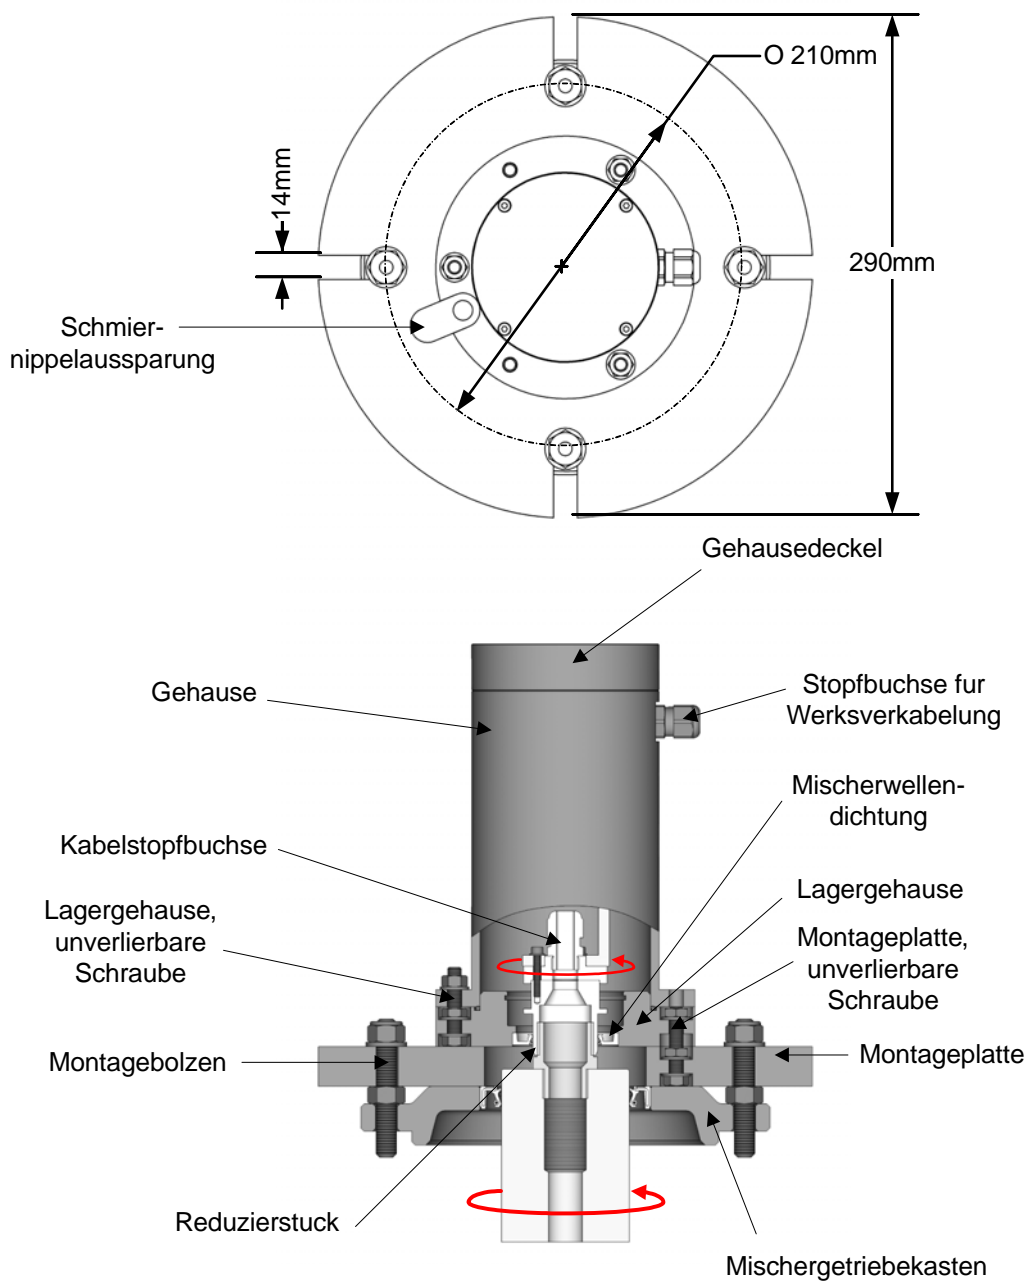

Abbildung 18: Drehbarer Anschluss des Typs A
Bei einigen Mixern kann die Halterung des drehbaren Anschlusses mit Gewintheadaptern direkt an der Welle des Getriebekastens befestigt werden. In Abhängigkeit vom Mischertyp sind zwei Messing-Reduzierstücke erhältlich. Das eine ist ein BSP-Adapter von 1 Zoll Außengewinde auf 1/2 Zoll Außengewinde, das andere ein BSP-Adapter von 1 Zoll Außengewinde auf 3/4 Zoll Außengewinde. Figure 18 zeigt den Aufbau mit diesen Adaptern.
- Stellen Sie sicher, dass die unverlierbaren Schrauben zum Befestigen des Lagergehäuses an der Montageplatte angebracht sind. Siehe Figure 18.